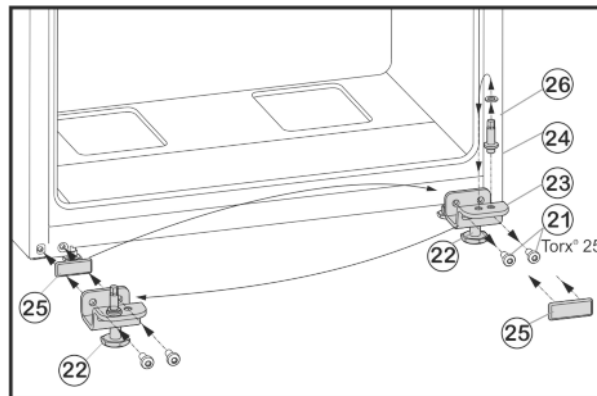

Fig. 6
- Vyskrutkujte upevňovacie skrutky Fig. 6 (21).
- Kompletnú ložiskovú konzolu dole Fig. 6 (23) odoberte spolu s ložiskovým čapom Fig. 6 (24), podložkou Fig. 6 (26) a nastaviteľnou nohou Fig. 6 (22).
- Ložiskový čap Fig. 6 (24) kompletne spolu s podložkou Fig. 6 (26) vyskrutkujte a premiestnite ho do protiľahlého otvoru uloženia ložiskovej konzoly a znovu ho pevne priskrutkujte.
- Opatrne odnímate kryt Fig. 6 (25) a premiestnite ho na opačnú stranu.
- Ložiskovú konzolu dole Fig. 6 (23) kompletne spolu s ložiskovým čapom Fig. 6 (24), podložkou Fig. 6 (26) a nastaviteľnou nohou Fig. 6 (22) znovu naskrutkujte na novú stranu závesu, príp. ju znovu pomocou akumulátorového skrutkovača pevne utiahnite (4 Nm).
- Spodné dvere nasadíte zhora na ložiskový čap Fig. 6 (24).
- Vytočte nastaviteľnú nohu Fig. 6 (22) na ložiskovej konzole dole Fig. 6 (23), pokiaľ nedosadá na podlahu.